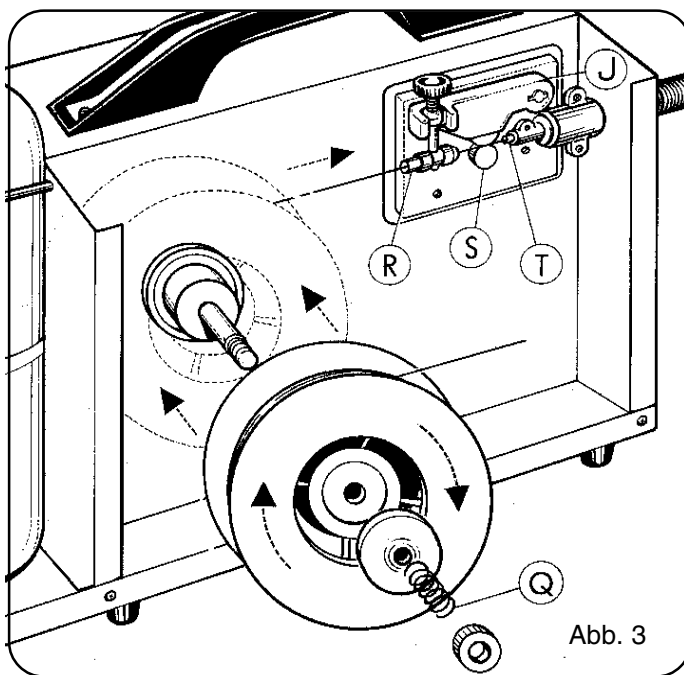

Abb. 3
Die Drahthaltergruppe (U) herablassen und achten darauf, daß der Draht in der Nute (Hals) der Welle geblieben ist (Abb. 3).